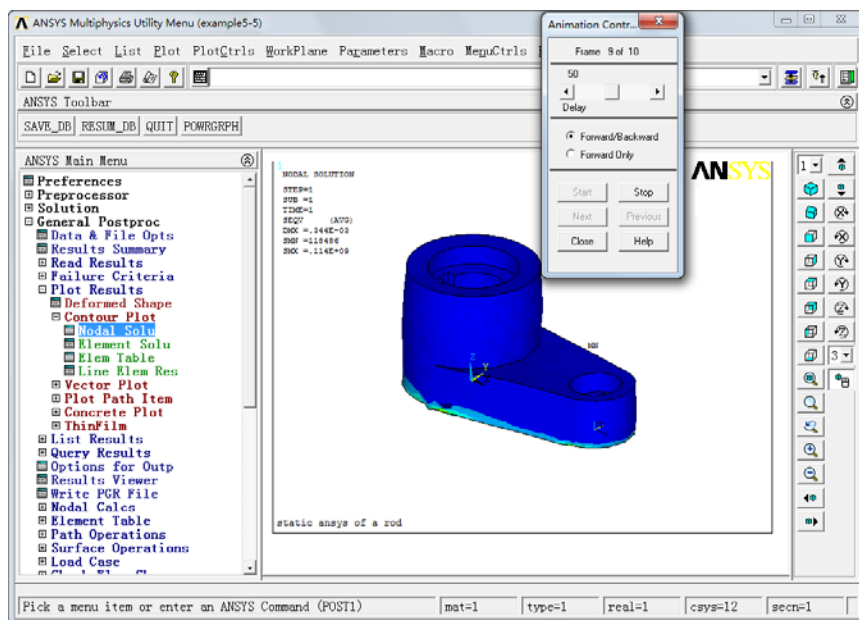

图 8-72 播放动画
③要停止播放变形动画，拾取“Stop”按钮，如图 8-72 所示。